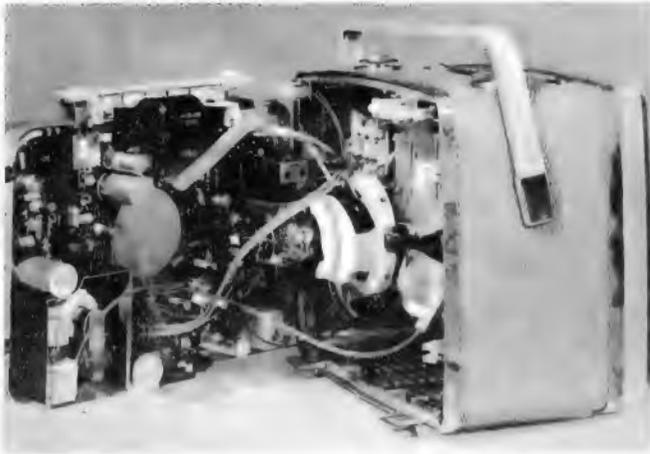

Bild 5. Für den Service kann das Chassis türartig herausgeschwenkt werden
- Der Käfig mit der Zeilenendstufe ist in Bild 5 unten links zu erkennen.